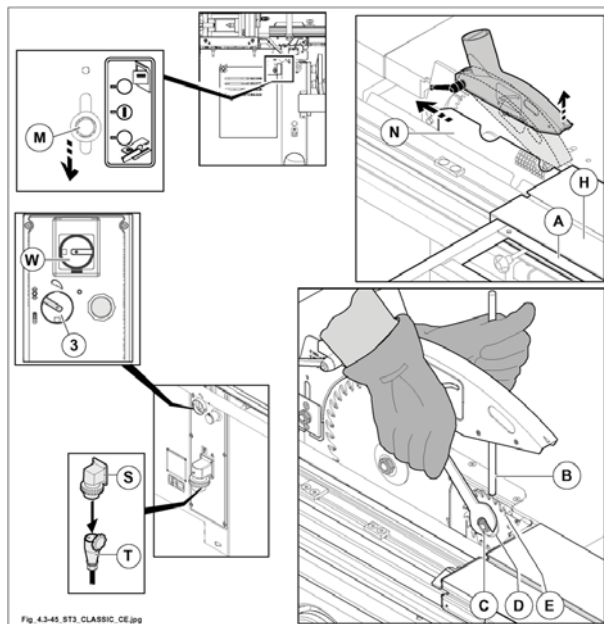

Fig. 4.3-45
- connettere la presa (T fig. 4.3-45) alla spina (S fig. 4.3-45)
- ruotare il selettore (3 fig. 4.3-45) sul simbolo (⏏)
- sbloccare il freno motore ruotando il selettore (W fig. 4.3-45) in posizione "I".
- 1) posizionare il telaio di squadra (A fig. 4.3-45) come in figura e traslare il carro vagone (H fig. 4.3-45) tutto a destra.
- 2) Abbassare la leva (M fig. 4.3-45) ed aprire la protezione (N fig. 4.3-45).
- 3) Inserire il perno (B fig. 4.3-45) nel foro della flangia portalama.
un fincorsa di sicurezza garantisce che con la protezione (N fig. 4.3-45) aperta il motore non possa essere avviato.
- 4) Allentare il dado di bloccaggio (C fig. 4.3-45) con chiave esagonale da 13 mm, ed estrarre la flangia (D fig. 4.3-45).
- 5) Montare in sequenza la lama (E fig. 4.3-45) con i denti contrapposti a quelli della sega, la flangia (D fig. 4.3-45) e il dado (C fig. 4.3-45).
- 6) Serrare il dado con la chiave da 13 mm utilizzando il perno (B fig. 4.3-45).
per motivi di sicurezza è obbligatorio richiudere la protezione (N fig. 4.3-45), altrimenti: